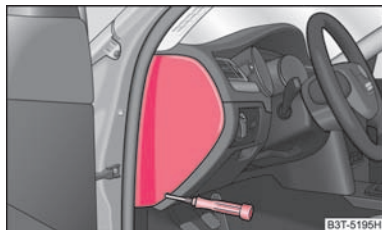
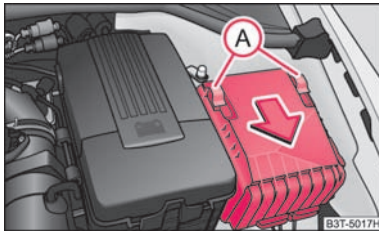

Abb. 210 Sicherungsdeckel: linke Seite der Schalttafel
Abb. 211 Sicherungsdeckel im Motorraum
- Nehmen Sie den Sicherungsdeckel an der Seite der Schalttafel mit Hilfe eines Schraubendrehers → Abb. 210 bzw. den Sicherungsdeckel im Motorraum → Abb. 211 ab.
- Verschieben Sie die Sicherungsbügel (A) ⇒ Abb. 211 bis zum Anschlag, hinter dem Sicherungsbügel erscheint das Symbol und nehmen Sie den Deckel ab.